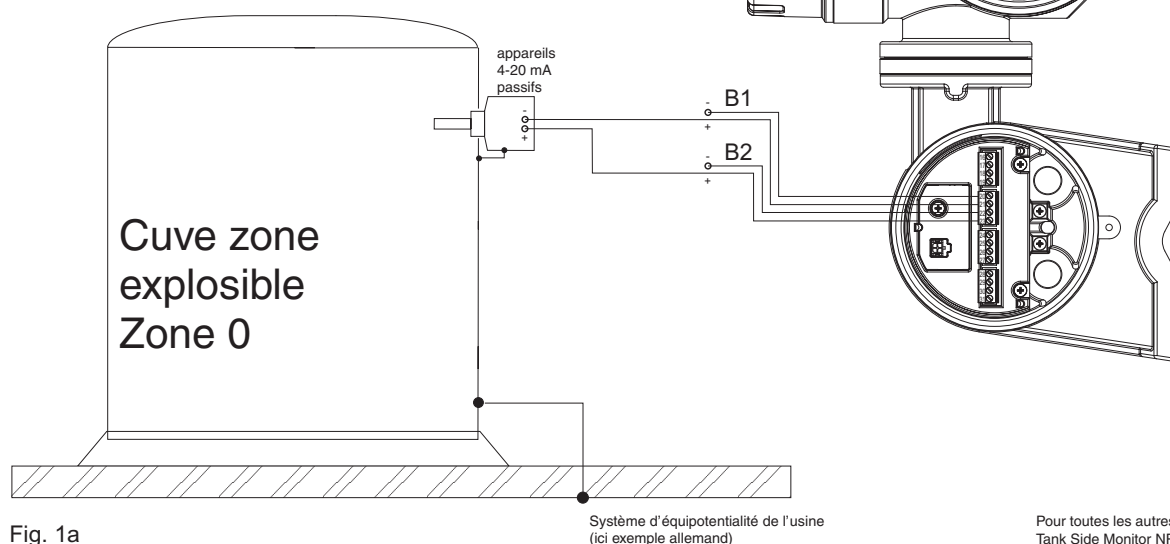
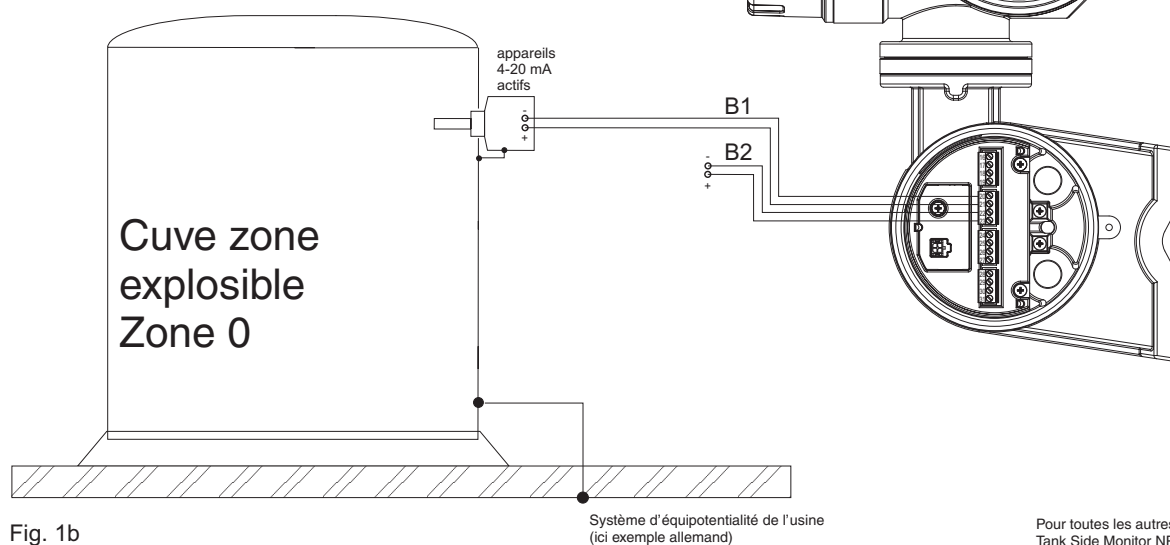

Fig. 1a
Fig. 1b
4.2 Les valeurs indiquées sont valables pour un raccordement à des appareils actifs (fig. 1b). Si des appareils passifs (loop powered) sont raccordés, comme représenté à la fig. 1a, ce sont les valeurs caractéristiques du circuit B2 qui sont valables.